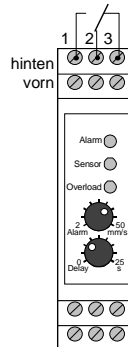

Bild 9: Relaisausgang (gezeichnet im Alarmzustand)
**Relaisausgang** Das M10 besitzt ein Wechsler-Relais für die Signalisierung von Grenzwertüberschreitungen. Bild 9 zeigt die Anschlussklemmen der Relaiskontakte. Im